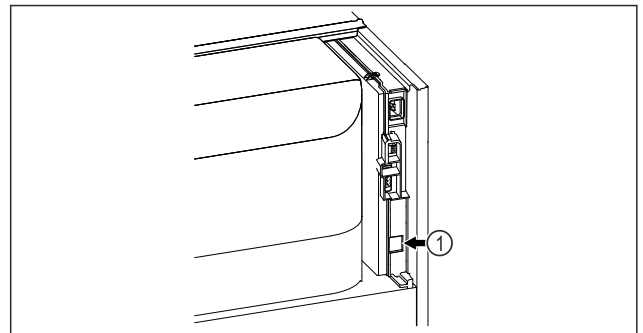

Fig. 88
- SmartModule Fig. 88 (1) er indsat.